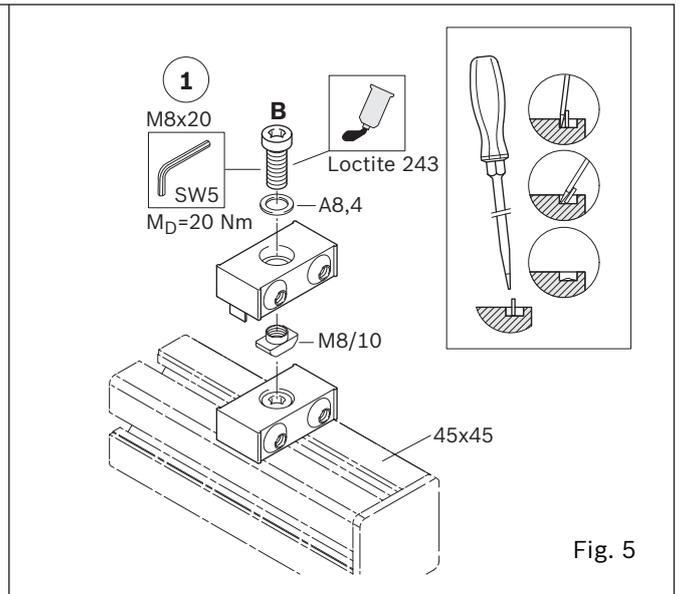

Fig. 5
- Führungszungen abbrechen (Fig. 5) und mit Innensechskantschraube M8x20 und Hammermutter (Fig. 5, B) in Profilvernut befestigen
- rompere le linguette di guida (Fig. 5) e fissare con vite brugola M8x20 e vite con testa martello (Fig. 5, B) nella scanalatura del profilato.
- break off the guiding ledges (Fig. 5) and fasten the connection piece into the profile groove using hex-socket screw M8x20 and hammer-head nut (Fig. 5, B)
- romper las lengüetas de guía (Fig. 5) y fijar por medio del tornillo hexagonal interior M8x20 y tuerca de martillo (Fig. 5, B) en la ranura de perfil.
- rompre les languettes de guidage (Fig. 5) et les fixer à l'aide d'une vis à six pans creux M8x20 et un écrou à tête rectangulaire (Fig. 5, B) dans la rainure de profilé.
- quebrar as lingüetas de guia (Fig. 5) e fixar a peça com parafuso sextavado interno M8x20 e porca em T (Fig. 5, B) na ranhura do perfil